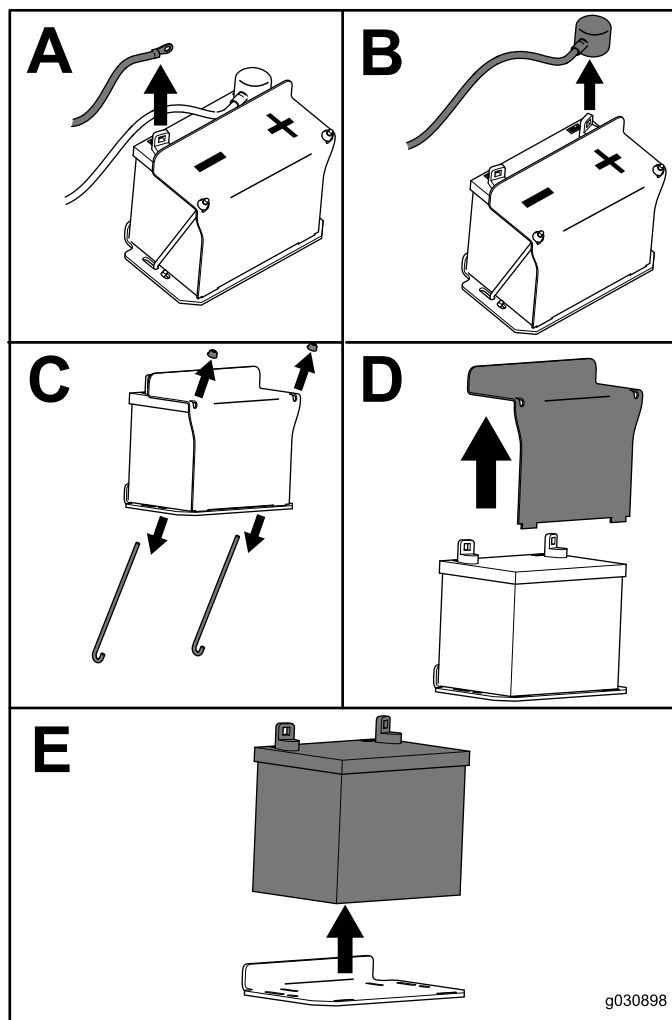

Рисунок 53
3. Снимите аккумулятор, как показано на Рисунок 53.